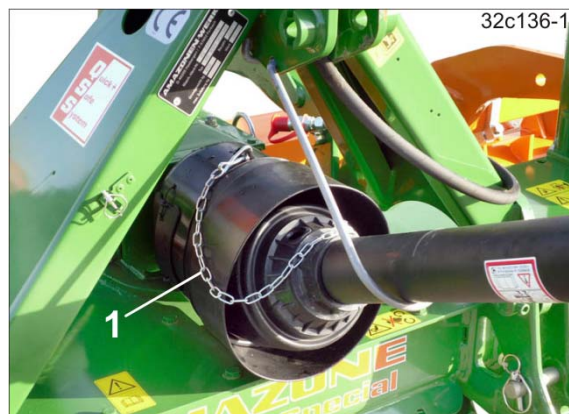

Fig. 98
11. Sikre drivakselvernet på traktoren og maskinen ved hjelp av sikkerhetskjettinger (Fig. 98/1) mot at de dreier med.